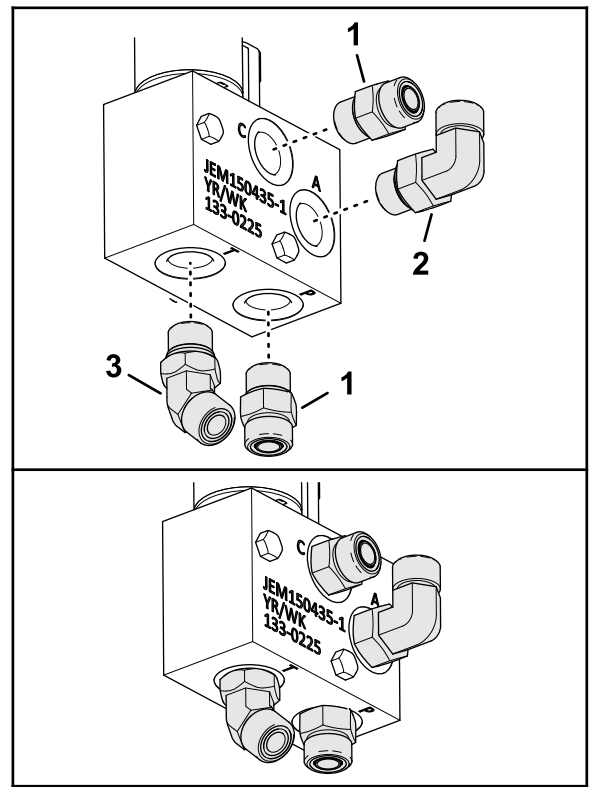

Figure 12
- Installez des raccords droits dans les orifices C et P de la vanne à faible débit (Figure 12).
- Installez le raccord à 45° et les raccords à 90° comme montré à la Figure 12.
- Installez un raccord à 90° dans l'orifice A de la vanne à faible débit (Figure 12).